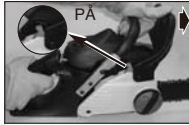

Fig. 6B
2. KJEDEBREMSEN er AKTIVERT (kjeden er stoppet) når bremsespaken er i fremoverposisjon, og kjedebremsehendelen er i PÅ-posisjon. Du bør ikke kunne bevege kjeden. (Fig. 6B)